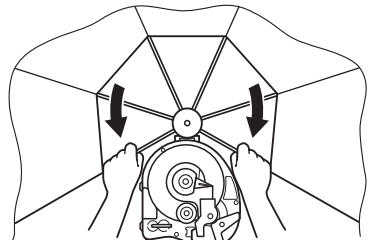

Fig. 18
- (2) Abra completamente el protector tirando de los brazos tal como se muestra abajo, hasta que se escuche un clic. (Fig.18)